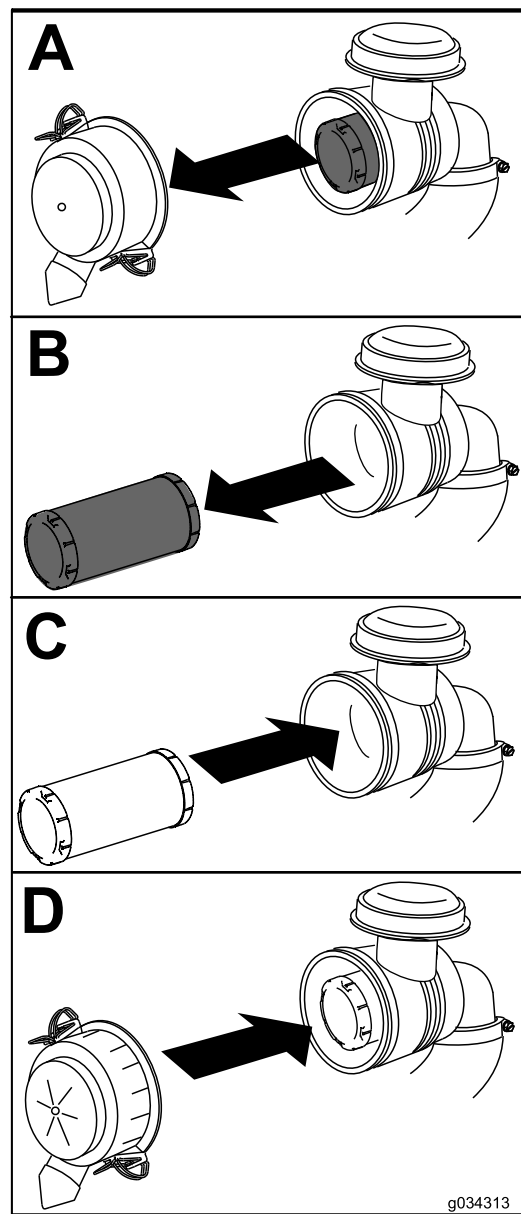

Figura 38
1. Extraiga con cuidado el elemento del limpiador de aire de la carcasa del limpiador de aire (Figura 38).
4. Instale la tapa del limpiador de aire con el lado marcado UP hacia arriba, y cierre los enganches (Figura 38).